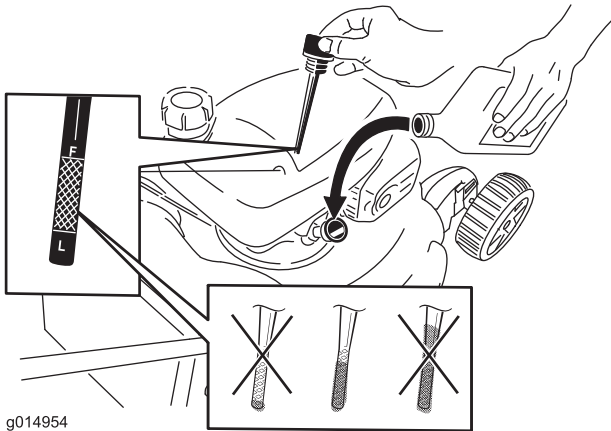

Bild 6
2. Entfernen Sie den Peilstab (Bild 6) und füllen Sie Öl in den Einfüllstutzen bis ca. 3/4 des Füllvolumens des Kurbelgehäuses ein.
5. Nehmen Sie den Peilstab heraus und lesen Sie den Ölstand am Peilstab ab, siehe **Bild 6**.
- Füllen Sie bei einem zu niedrigen Ölstand langsam etwas Öl in den Öleinfüllstutzen: Wiederholen Sie die Schritte 3 bis 5, bis der Ölstand richtig ist, wie in **Bild 6** dargestellt.